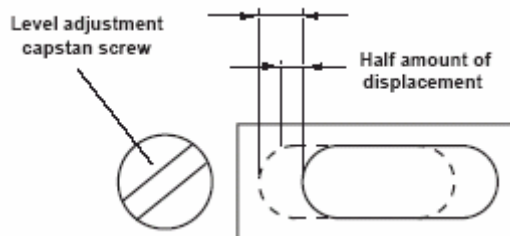

Figura A-3. Ajuste del nivel de alidada
1. Ajuste el tornillo perforado de ajuste del nivel con el pasador de ajuste accesorio y lleve la burbuja hasta el centro del nivel de alidada. De esta forma se corrige únicamente la mitad del desplazamiento (Figura A-3).
3. Gire nuevamente el instrumento 180° o $200g$ sobre el eje vertical y compruebe el movimiento de la burbuja (0). Si la burbuja todavía sigue desplazada repita el ajuste.